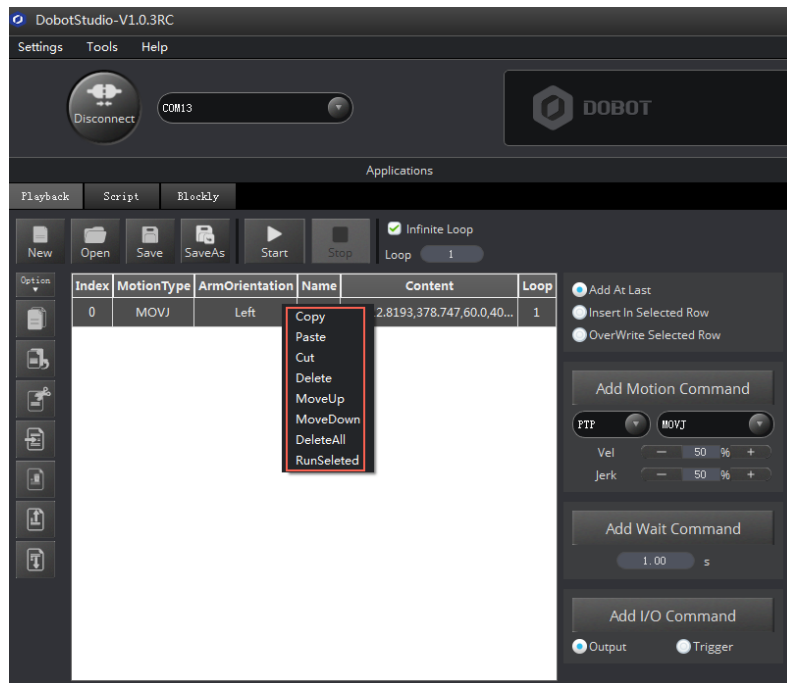

图 6.8 存点列表右键选项
- 选中某一条存点单击鼠标右键，对存点进行复制、删除等操作，如图 6.8所示。